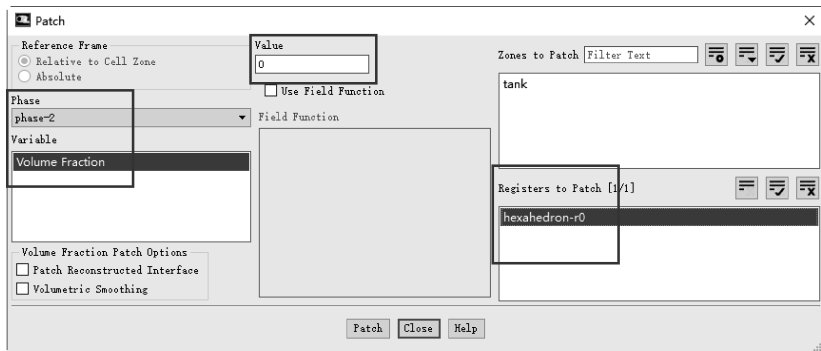

图 11-23 Patch
(3) 单击 Ribbon 功能区【Solving】→【Initialization】→【Patch...】，从弹出的对话框中选择【Phase】= Phase-2，【Variable】= Volume Fraction，【Value】= 0，【Registers to Patch】= hexahedron-r0，单击【Patch】→【Close】关闭对话框，如图 11-23 所示。